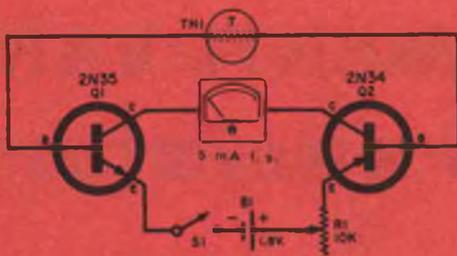

Fig. 1 - Amplificatore con termistore.
**Circuiti a transistori.** — Il circuito illustrato in *fig. 1*, combinando un termistore con due transistori, offre molte possibilità sperimentali e può essere facilmente modificato per scopi particolari.